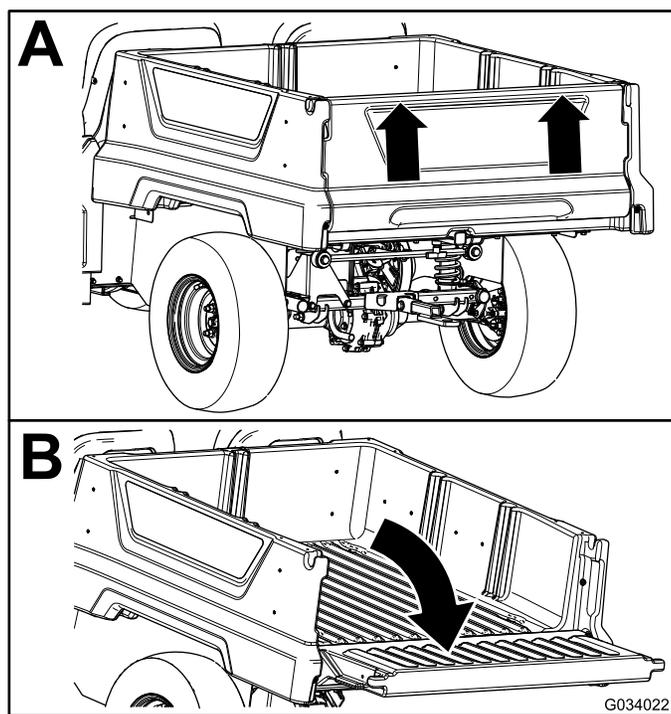

Рисунок 13
2. Двумя руками поднимите откидной борт, используя выступ около верхней части откидного борта (Рисунок 13).
3. Опустите откидной борт так, чтобы он был на одном уровне с дном грузового кузова (Рисунок 13).